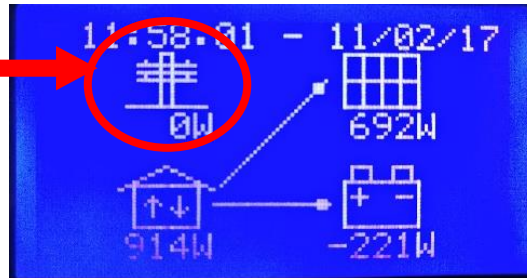

Figura 68 - Marque n. 2
- Espere a que aparezca un poder debajo del ícono PANEL y verifique que: **en unos minutos, la potencia mostrada debajo del TRUSS es igual a 0 W**, como se muestra en la siguiente foto (Figura 68, Verificación 2).